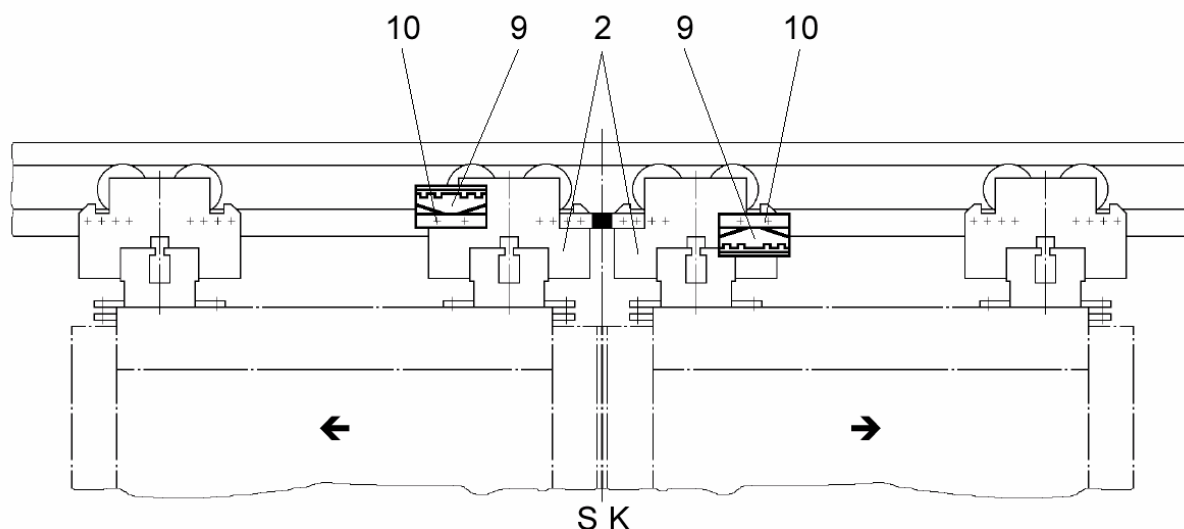

Рисунок 3.7 – Размещение ременных замков на 2-х створчатой раздвижной двери
1. Ослабить крепежные болты (10) ременных замков (9) (см рисунок 3.7).